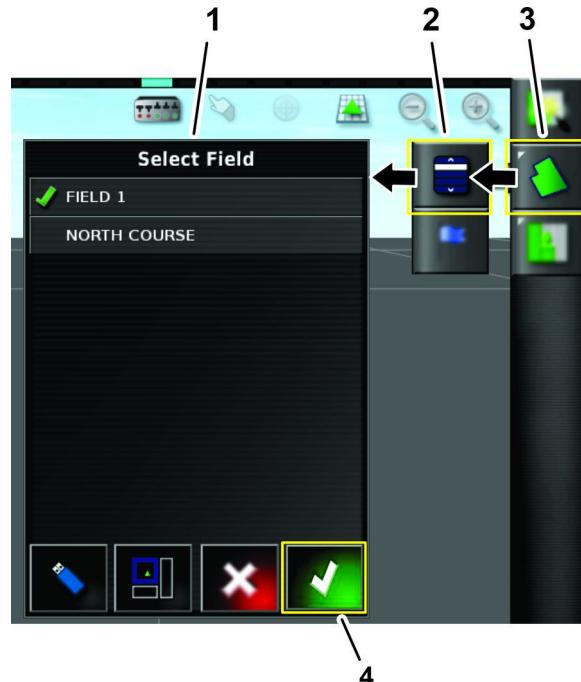

Figura 68
6. Seleccione el nombre de la parcela existente (Figura 68).